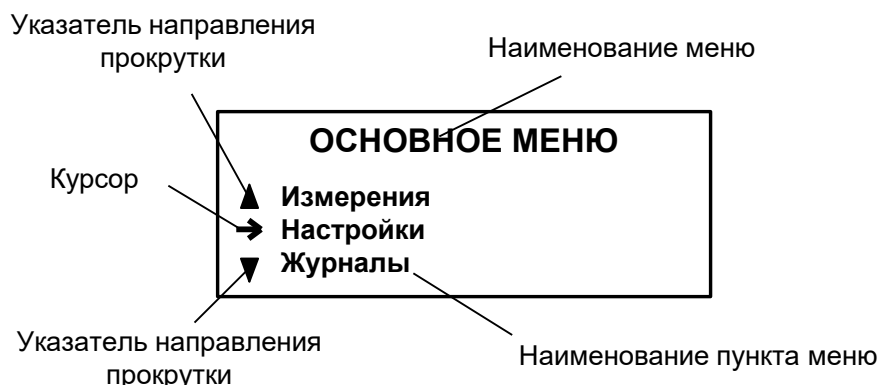

Рис.1. Вид основного меню.
1.1.1. Основное меню (рис.1) имеет неизменный состав. Состав и структура подменю и окон, а также возможности модификации установочных параметров определяются режимом работы уровнемера.
1.1.3. Индикация на дисплее состоит из наименования меню (окна), располагающегося неподвижно в первой строке дисплея жидкокристаллического индикатора (ЖКИ), и наименований пунктов меню (параметров), которые могут смещаться вверх или вниз (рис.1).
1.1.5. Одновременно на дисплее может индицироваться не более 3-х строк (пунктов меню, параметров из списка). Поэтому в начале первой и последней строк пунктов (параметров) могут располагаться указатели направления прокрутки в виде треугольников (рис.1), вершины которых направлены в стороны возможного перемещения курсора по строкам (пунктам меню, параметрам).